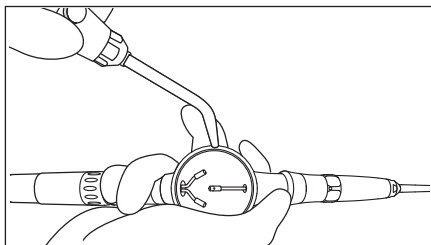

Fig. 13
- 3) Éliminez la poudre présente dans le compartiment avec de l'air. (Fig. 13)